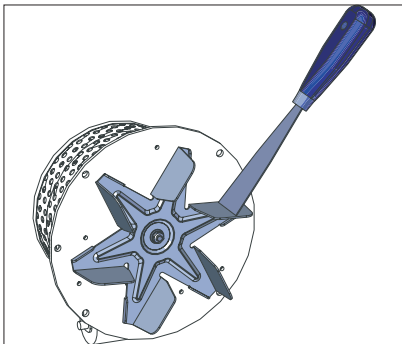

Fig. 63 Gebläserad reinigen
- ▶ Gebläseeinheit abnehmen und Gebläserad reinigen – Fig. 63.